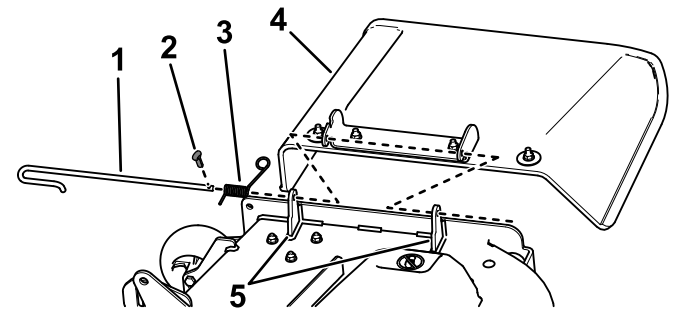

Figure 5
2. Désengagez le ressort du cran dans le support de déflecteur, retirez la goupille fendue et (modèles CE uniquement), sortez la tige des supports soudés du plateau, du ressort et du déflecteur d'éjection (Figure 5).
3. Déposez le déflecteur (Figure 5).